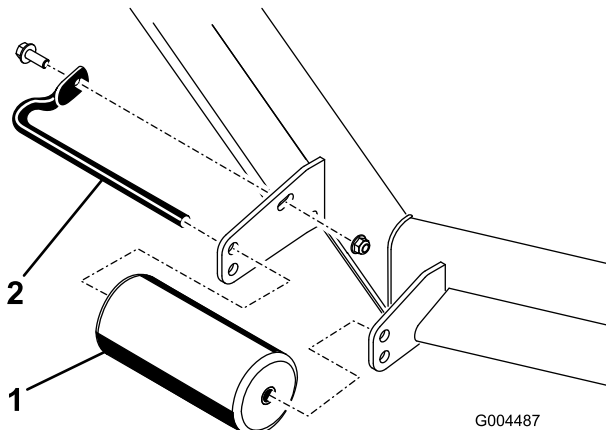

Figura 24
4. Retire os dispositivos de fixação que fixam cada rolo na plataforma do cortador e desloque os rolos para cima ou para baixo conforme desejado; consulte Figura 24 a Figura 28 conforme se aplicar ao seu cortador.